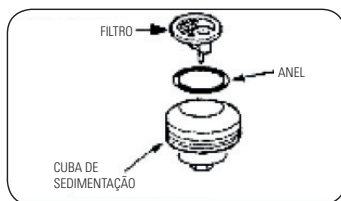

FIGURA 9.4
- C.** Reinstale o copo e o anel O´ring de vedação. Figura 9.4.